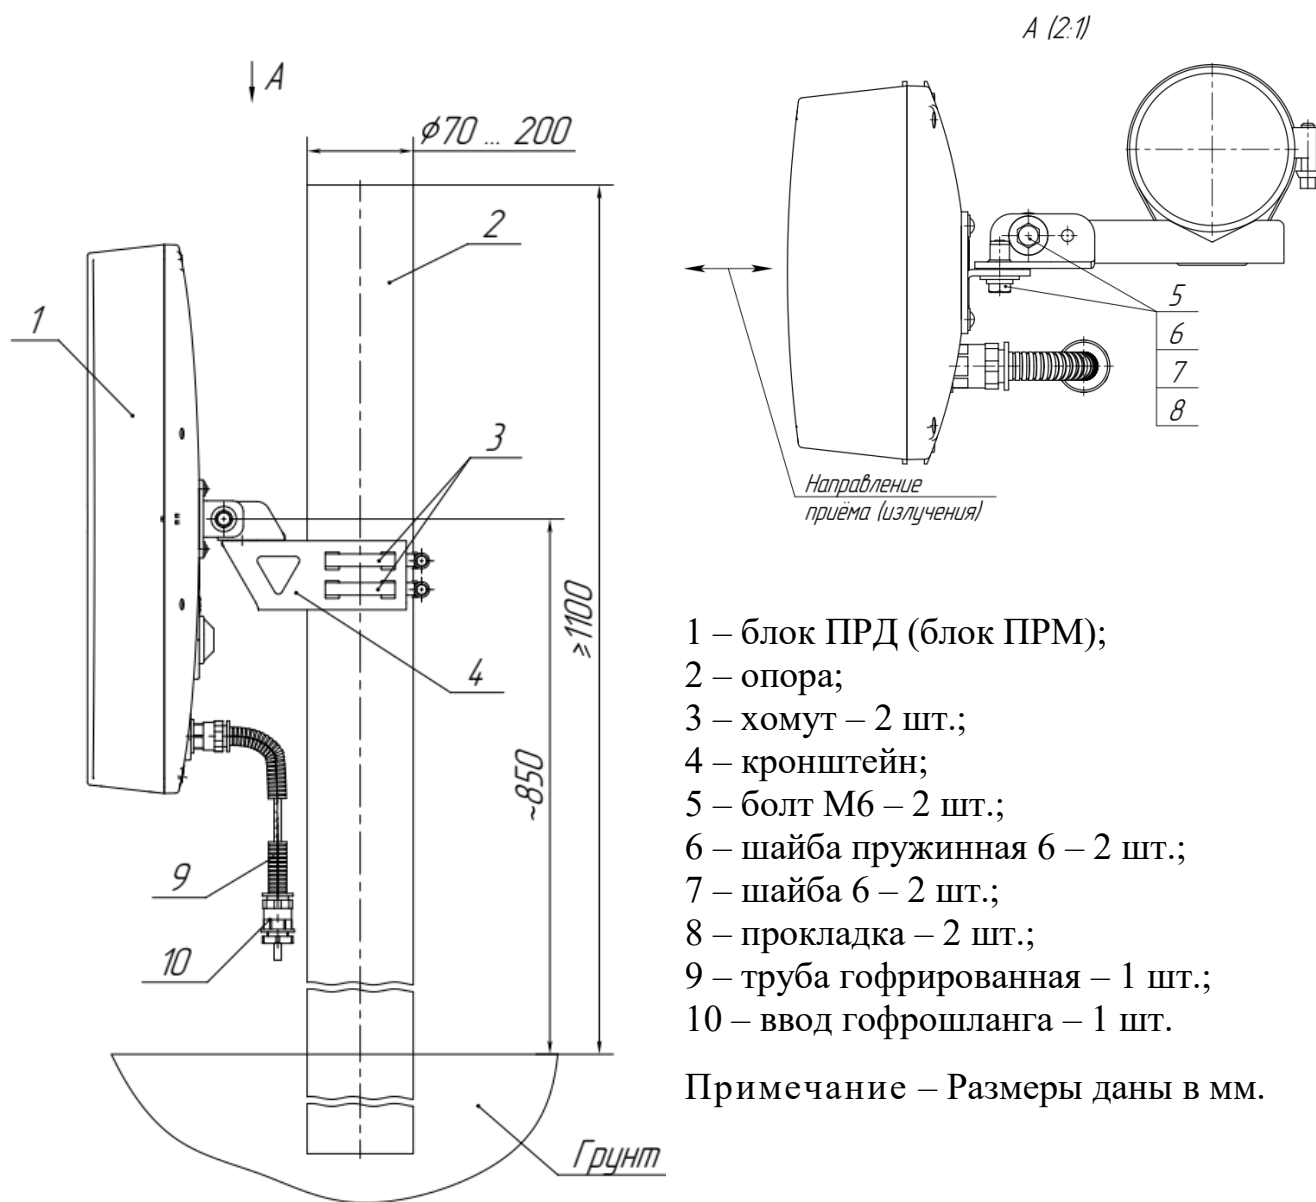

Рисунок 2.5 – Установка блока ПРД (блока ПРМ) извещателей «ФОРТЕЗА-М300-Bluetooth», «ФОРТЕЗА-М500-Bluetooth» на опоре
2.3.4.3 Установка блока ПРД (блока ПРМ) на кронштейне поз.4 (рисунок 2.5), состоящего из швеллера 2 и уголка 3, показана на рисунке 2.6.
- ослабить болты поз.5 (рисунок 2.5) блока ПРД и блока ПРМ извещателей «ФОРТЕЗА-М300-Bluetooth», «ФОРТЕЗА-М500-Bluetooth»;
затянуть болты поз.5 извещателей «ФОРТЕЗА-М300-Bluetooth», «ФОРТЕЗА-М500-Bluetooth» (см. рисунок 2.5).